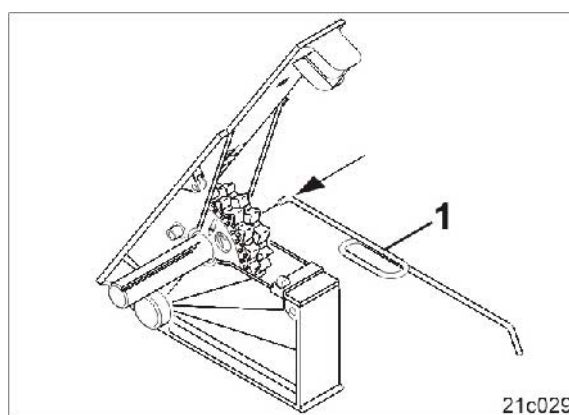

Рис. 107
2. Ключом (Рис. 107/1), входящим в комплект поставки, прижмите штифт к высевًاющей катушке для мелких семян.